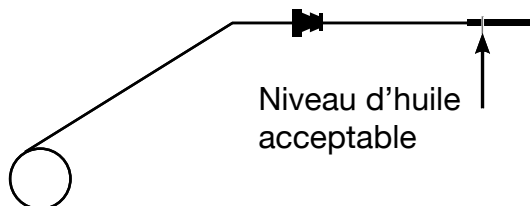

Figure 14 - Vérification du niveau d'huile
- Niveau d'huile acceptable - De l'huile est visible sur la partie plate de l'extrémité du bâton jusqu'au premier cran. (voir la figure 14).
8. Continuez à ajouter de l'huile jusqu'à ce que le niveau d'huile soit correct. Voir la figure 14.